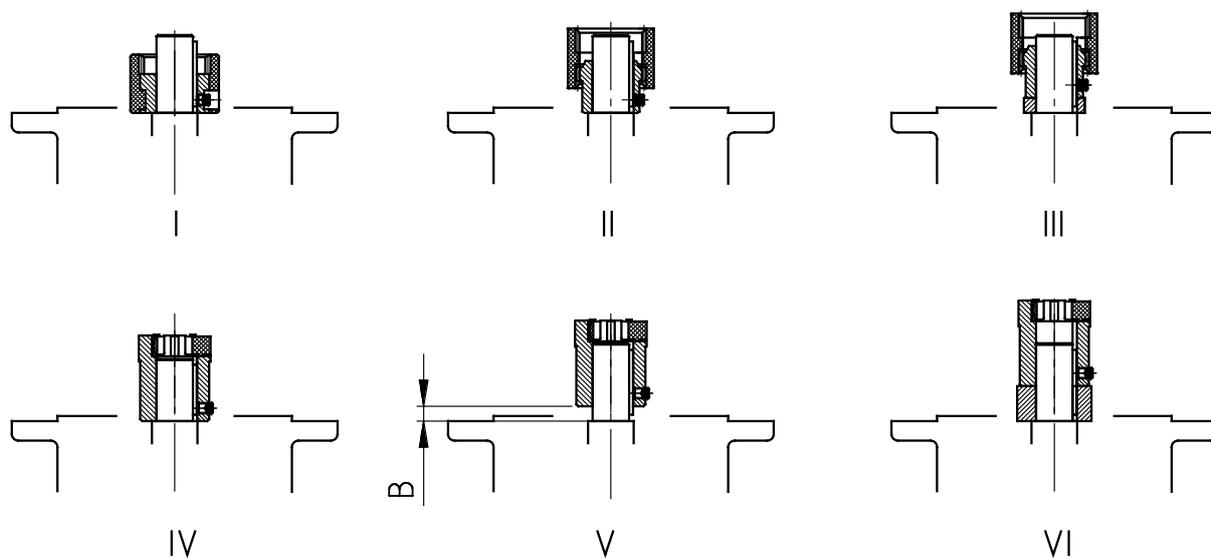

図 19: さまざまなカップリング構造におけるカップリングのモータシャフトへの取り付け
3. モータ製造元の指示に従って、カラーに取り付けられているストッパまでカップリングハブをモータシャフト上に取り付けます。モータ寸法が 90、160、180 および 225 の場合は、付属のスペーシングブッシュをカップリングハブとカラーの間に入れてください。標準ヘリカルギヤユニットでは、カップリングハブとカラーの間の分量 B に注意してください ("図 19"を参照)。一部の **NEMA アダプタ** では、貼り付けられているラベルに記載の指示に従ってカップリングの位置を調整してください。